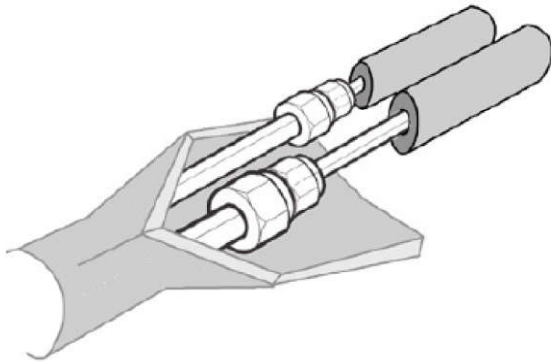

fig. 23 -
- De aansluitfitting van de binnenunit moet worden omwikkeld met warmte-isolerend materiaal "fig. 23 -".